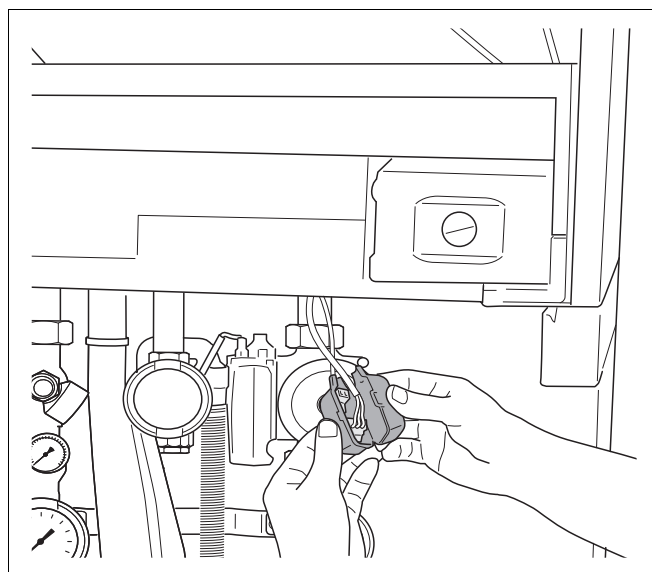
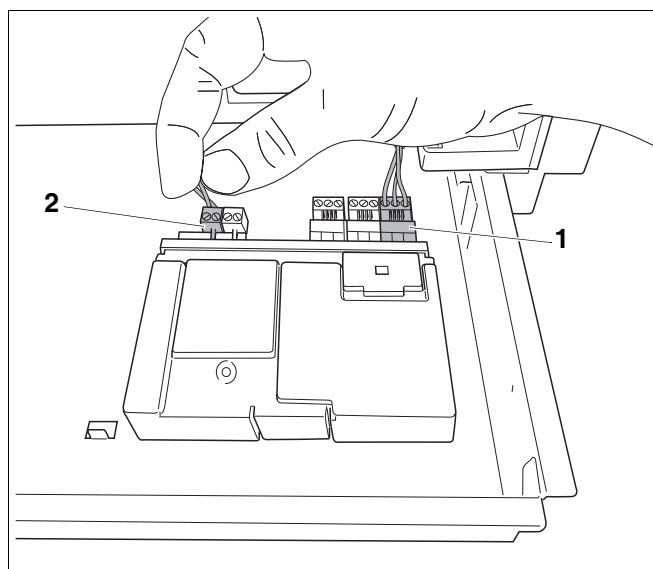

Fig. 47 Fjernelse af beskyttelseshætter
Fig. 48 Modulerne forbindes med hinanden
- Fjern beskyttelseshætten til de to ledige stik på tilslutningskablerne på funktionsmodulet (fig. 47)
- Slut det frie 230 VAC-netkabel (fig. 47) til modulet (fig. 48, pos. 1). Hvis der anvendes flere moduler, kan 230 VAC-forsyningen til det andet modul afgrænses fra det første modul. Anvend det medfølgende modul hertil.
- Slut det ledige stik på tilslutningskablet fra EMS-bussen (fig. 48) til det første modul (fig. 48, pos. 2).